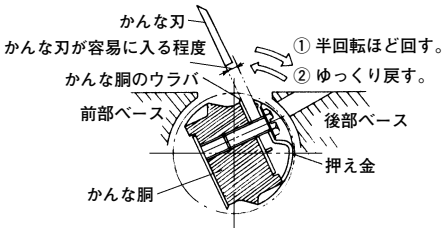

図 14
- (1) かなな刃やかなな胴に付いている削りくずをきれいにふきとります。
- (2) まず、かなな胴を図14の矢印①の方向に半回転ほど回し、次に矢印②の方向にゆっくり回して、かなな胴のウラバと押え金との間にすき間をあけます。